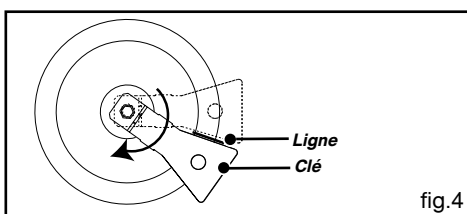

fig.4
- Tournez la clé dans le sens des aiguilles d'une montre jusqu'à ce que la ligne apparaisse de l'autre côté de la clé (fig. 4).
• *Tournebroche fig.4*